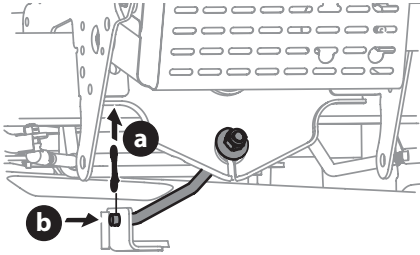

Figure 28
8. Pour les plateaux de coupe de 36, 42 et 46 po, retirez la goupille fendue (a) qui retient la tige de relevage (b) du plateau. Faites glisser la tige de relevage du plateau hors du support soudé (Figure 28).